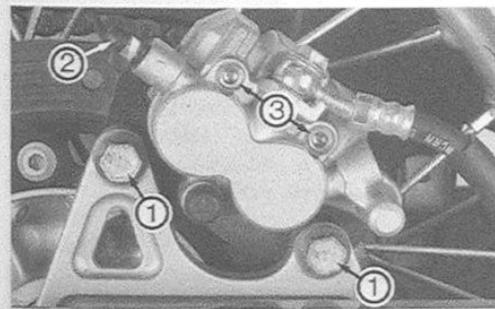

Bild 44
- Haltestifte der Bremsklötze  Bild 44 lockern und Bremssattel-Befestigungsschrauben  ausdrehen. Bremssattel abnehmen. Haltestifte ausdrehen und Beläge entnehmen.